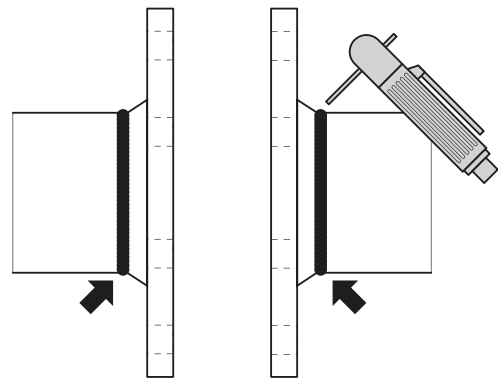

Fig. 26.
- Effectuez la soudure par joints du raccordement entre chaque bride et son tuyau. (Fig. 26)